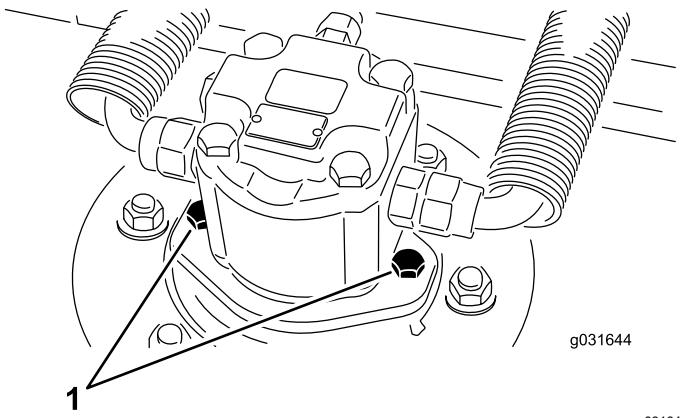

Figura 68
2. Rimuovete le viti di montaggio del motore idraulico e scolligate e staccate il motore idraulico dal piatto di taglio (Figura 68).
- Utilizzando le viti di montaggio del motore idraulico, montate il motore idraulico sul piatto di taglio (Figura 68).